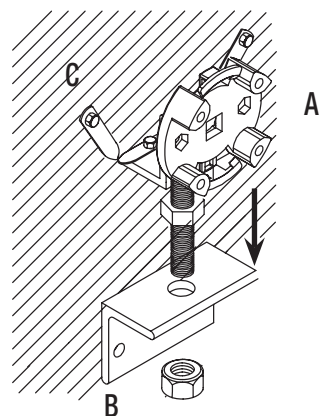

Fig. 14
2. Fissare il supporto motore regolabile (Fig. 14 Rif. **A**) al foro della squadra (Rif. **B**), come in figura 14